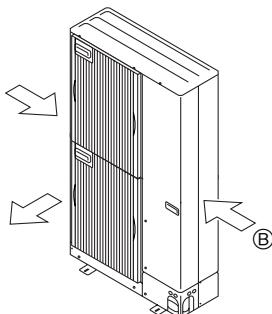

Fig. 2-16
- ② Coloque la unidad de manera que la salida de aire sople en dirección perpendicular a la dirección estacional del viento, si la conoce. (Fig. 2-16)